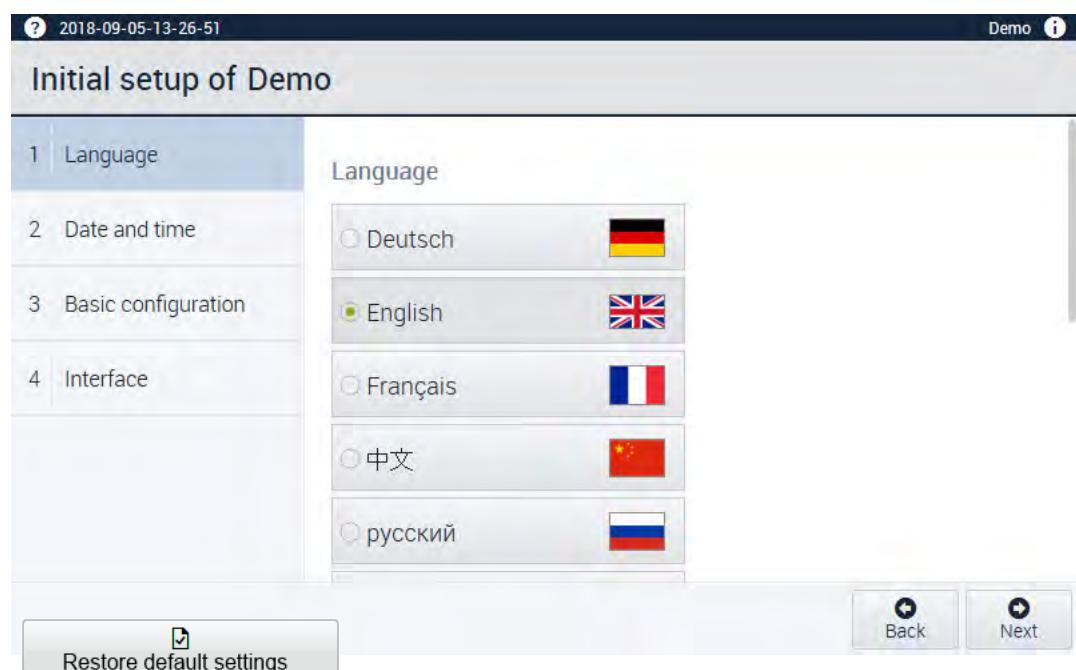

Fig. 2-1 Menú Configuración básica de []
- ▶ Pulse el idioma deseado → *Fig. 2-1 »Menú Configuración básica de []«* (página 11).